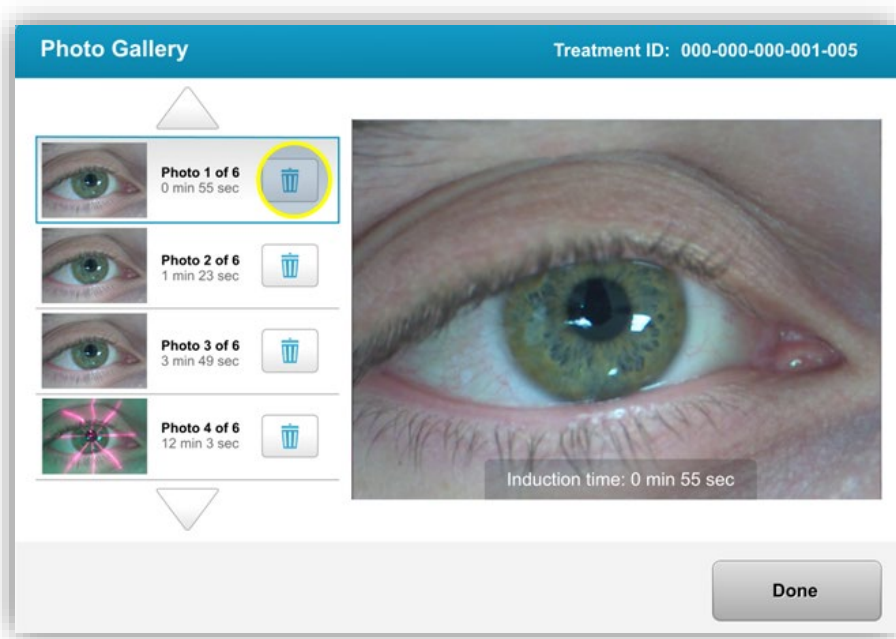

Figura 3-34. Selezione del cestino per l'eliminazione
- Nella galleria fotografica, per eliminare una foto, selezionare l'icona del cestino accanto all'immagine desiderata, come mostrato nella Figura 3-34.